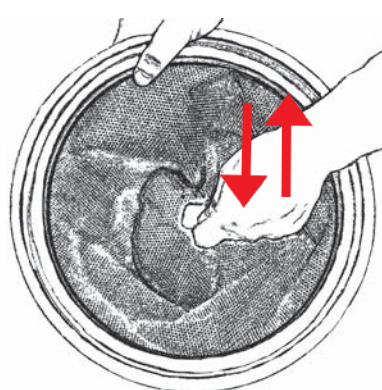

Fig. 22
1. Sett tilbake det rengjorte/ristede posefilteret på beholderen, Fig. 22. Pass på at støttekanten på filtret passer inn i innerkanten på støvbeholderen. Kontroller at filtret monteres med rett side opp - tøyhåndtaket på filteret skal være synlig.
2. Sett tilbake det rengjorte/ristede posefilteret i beholderen. Pass på at støttekanten på filteret passer inn i innerkanten på støvbeholderen. Kontroller at filtret monteres med rett side opp - tøyhåndtaket på filtret skal være synlig, Fig. 22.